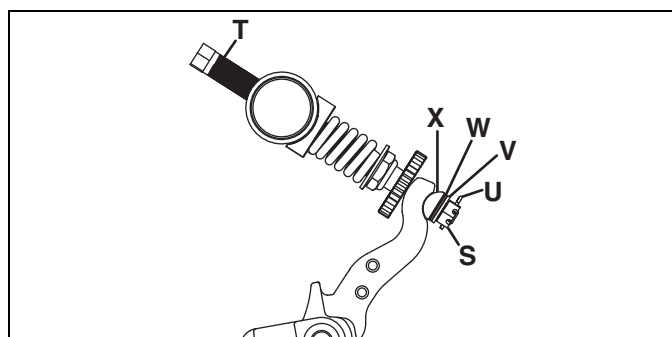

Figura 9G
1. Quite el pasador abierto (**U**), la tuerca ranurada (**S**), la arandela bellville (**V**), la arandela dentada (**W**-**si necesario**), y medio soporte (**X**). Consulte la Figura 9G.